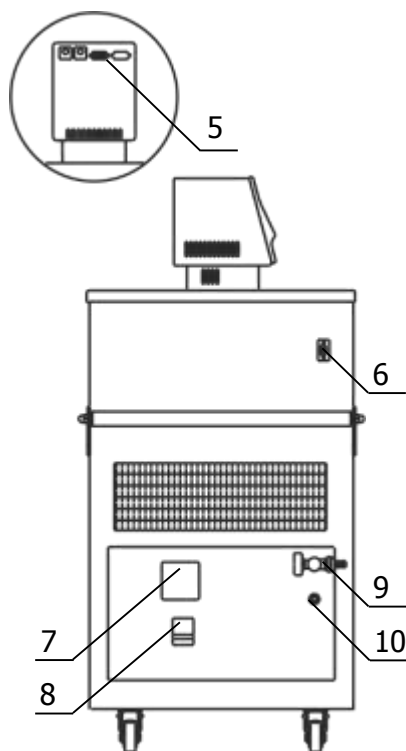

Рисунок 3 — Левая панель ванны термостата
2.2.5 К переливному штуцеру 10 (рисунок 3) присоединить гибкий шланг, второй конец которого опустить в емкость для сбора излишков теплоносителя объемом 1.5–2 литра.
2.2.7 Вставить вилку сетевого кабеля блока регулирования в розетку 7 (рисунок 3). Соединить кабелем из комплекта поставки блок регулирования (разъем 5) и холодильную машину (разъем 6). Сетевой кабель термостата подключить к питающей сети напряжением 220 В. Для этого в лабораторном помещении должна быть установлена электрическая розетка из комплекта поставки термостата.
2.2.8 Автоматический выключатель 8 (рисунок 3) перевести в положение «включено».
2.3.3 При работе термостата на температурах, близких к нижней границе диапазона регулирования необходимо доливать теплоноситель до момента слива его из переливного штуцера 10 (рисунок 3) при охлаждении термостата на каждые 10 °С.
- на короткое время перевести автоматический выключатель 8 (рисунок 3) в положение «выключено»;
2.4.4 Для повторного запуска холодильной машины после наступления аварийной ситуации необходимо отключить питание термостата, для этого перевести автоматический выключатель 8 (рисунок 3) в положение «выключено».
2.5.5 Надеть сливной шланг из комплекта поставки на кран 9 (рисунок 3) и закрепить его хомутом. Свободный конец шланга опустить в емкость для сбора теплоносителя объемом не менее 20 литров.